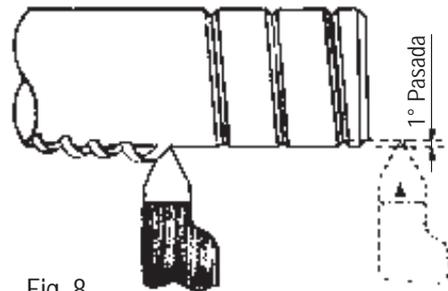

Fig. 8
b) Coloque la profundidad de pasada recomendada (Fig. 8).